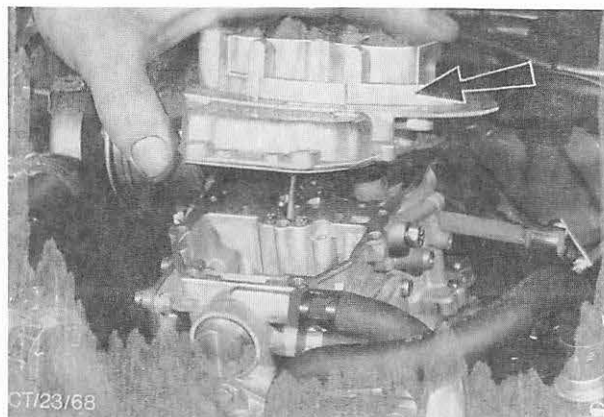

Abb. 140 Abbau des Vergaserdeckels
- b) Schrauben (7) im Vergaserdeckel entfernen, Drosselklappenhebel in Vollgasstellung bringen und Vergaserdeckel abheben. Dabei die untere Verbindungsstange der Startautomatik vom Drosselklappenhebel aushängen. Abb. 140.